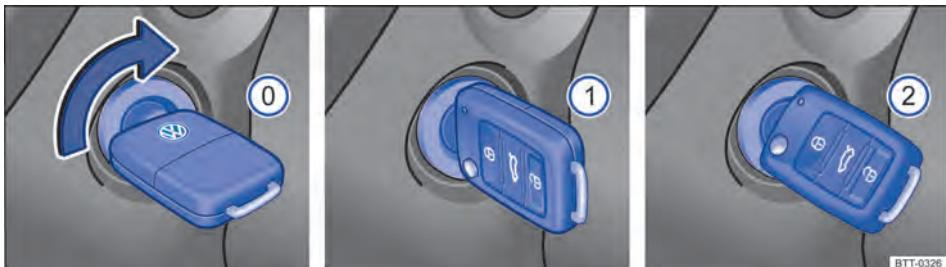

Fig. 105 Posições da chave do veículo no cilindro da ignição.
Posições da chave do veículo **⇒ Fig. 105**
3.	Somente veículos com motor a diesel: para o pré-incipescência, girar a chave do veículo no cilindro da ignição para a posição ⇒ Fig. 105 ①. A luz de controle  se acende no instrumento combinado.